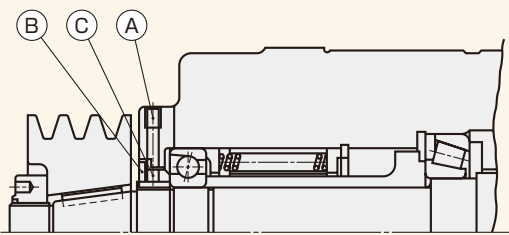

図5 SH…NW形
(d) ④の六角穴付き止めねじを外す(図5参照)。
(e) ④を外した穴に丸ナット⑥回り止めねじを合わせ、六角レンチを差し込んで、六角穴付き止めねじ③を緩める(図5参照)。